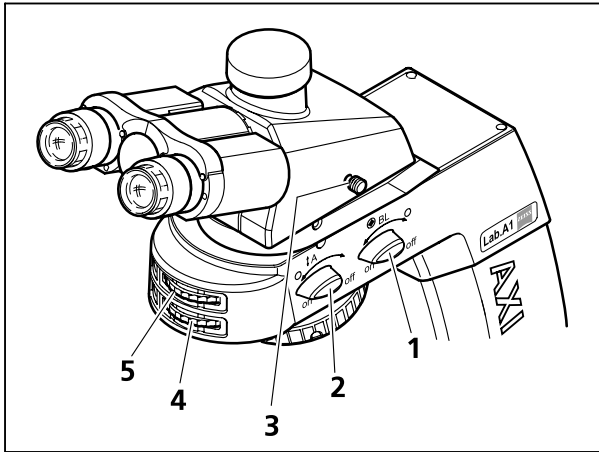

Bild 4-10 Axio Lab.A1 für Durchlicht Konoskopie
- Analysator mit Drehknopf **A** (Bild 4-10/2) in Strahlengang (Position **on**) bringen. Mit Stellrad (Bild 4-10/4) des Analysators kann die Schwingungsrichtung verändert werden.
- Bertrandlinse **BL** (Bild 4-10/1) einschalten (Position **on**). Daraufhin erscheint das Achsenbild im Sehfeld.
- Mit Stellrad (Bild 4-10/5) das Achsenbild fokussieren.
(4) Auswertung